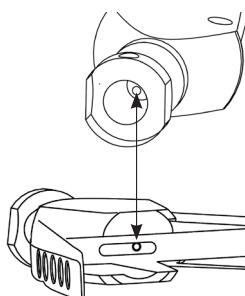

Abbildung 4
- Reinigen Sie mit den entsprechenden Instrumenten die gesamte Kanülierung (Abb. 4) gründlich, um sämtliche Ablagerungen zu entfernen. Weitere Informationen zur Reinigung und Wiederaufbereitung finden Sie in der Gebrauchsanweisung PQRMD.